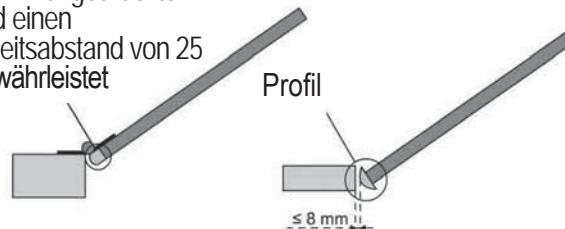
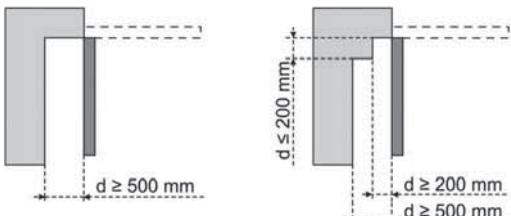

Abbildung 3 - Mechanischer Schutz
Abbildung 4 - Sicherheitsabstand
Schutz durch eine mechanische Vorrichtung (siehe Abbildung 3) oder durch Sicherheitsabstände (siehe Abbildung 4)
- durch Sicherheitsabstände (siehe Abbildung 4)
#### > Torgroße (Abb. 3)
### 3.1 Montagehöhe - Abb. 4